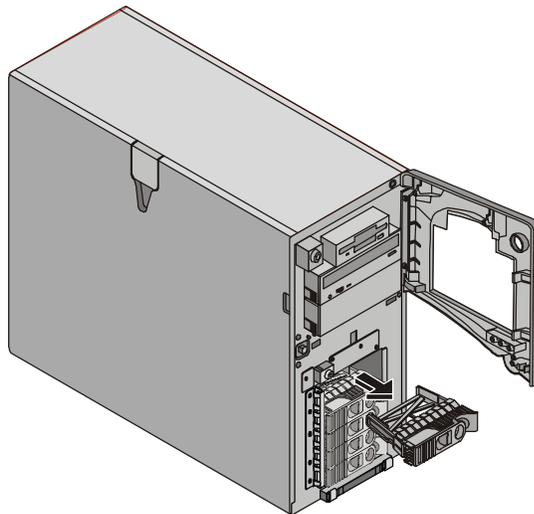

Figure 3-11. Retrait du dispositif de remplissage
- b. Du doigt, tirez le dispositif de remplissage droit vers vous. Voir Figure 3-11.